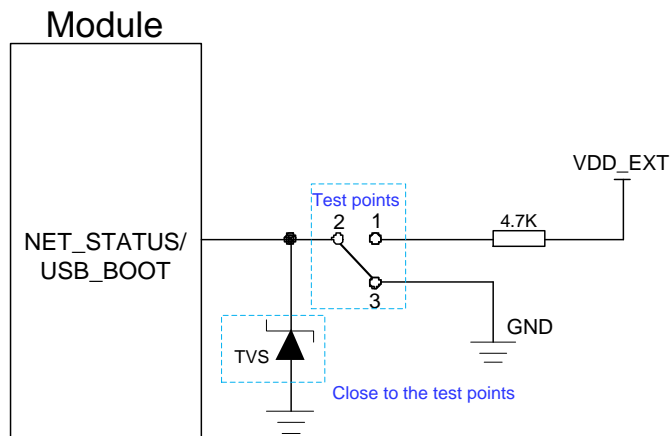

图 15: USB\_BOOT 参考设计电路图
2. 使用 MCU 控制模块进入强制下载模式时需按照如上时序图进行控制, 如需手动进入强制下载模式, 请按照图 15 所示短接测试点即可。